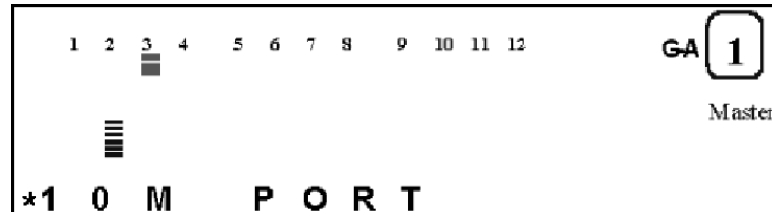

Abbildung 40. Aktuelle Konfiguration
3. Drücken Sie die Taste **ENTER**. Daraufhin wird der Status des Anschlusses angezeigt (siehe Abb. 40).
Die angewendete Konfiguration ist im Nachrichtbereich mit einem Stern (\*) vor dem Namen gekennzeichnet (siehe Abb. 40).